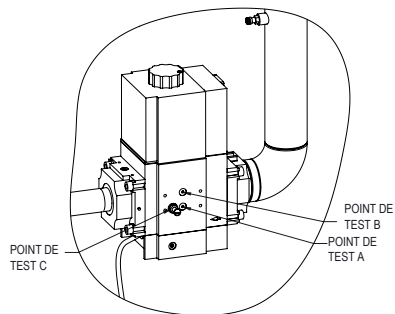

Figure 91. Emplacements de mesure de pression de gaz
2. Connectez un manomètre gradué de 12 po à un point de purge situé en amont, sur le tuyau d'alimentation en gaz de la chaudière (point de mesure "A", **Figure 91**).
3. Connectez un manomètre gradué de 24 po à un point de mesure de pression situé près du robinet d'arrêt, en aval de la vanne de gaz (point de mesure "C", 82, à la **Figure 91**).
- Mesurez la pression de gaz du distributeur au point de mesure de la sortie de la vanne de gaz (point d'essai "C", **Figure 91**). Reportez-vous au **Table AE** et au **Table AG** pour connaître les valeurs cibles.